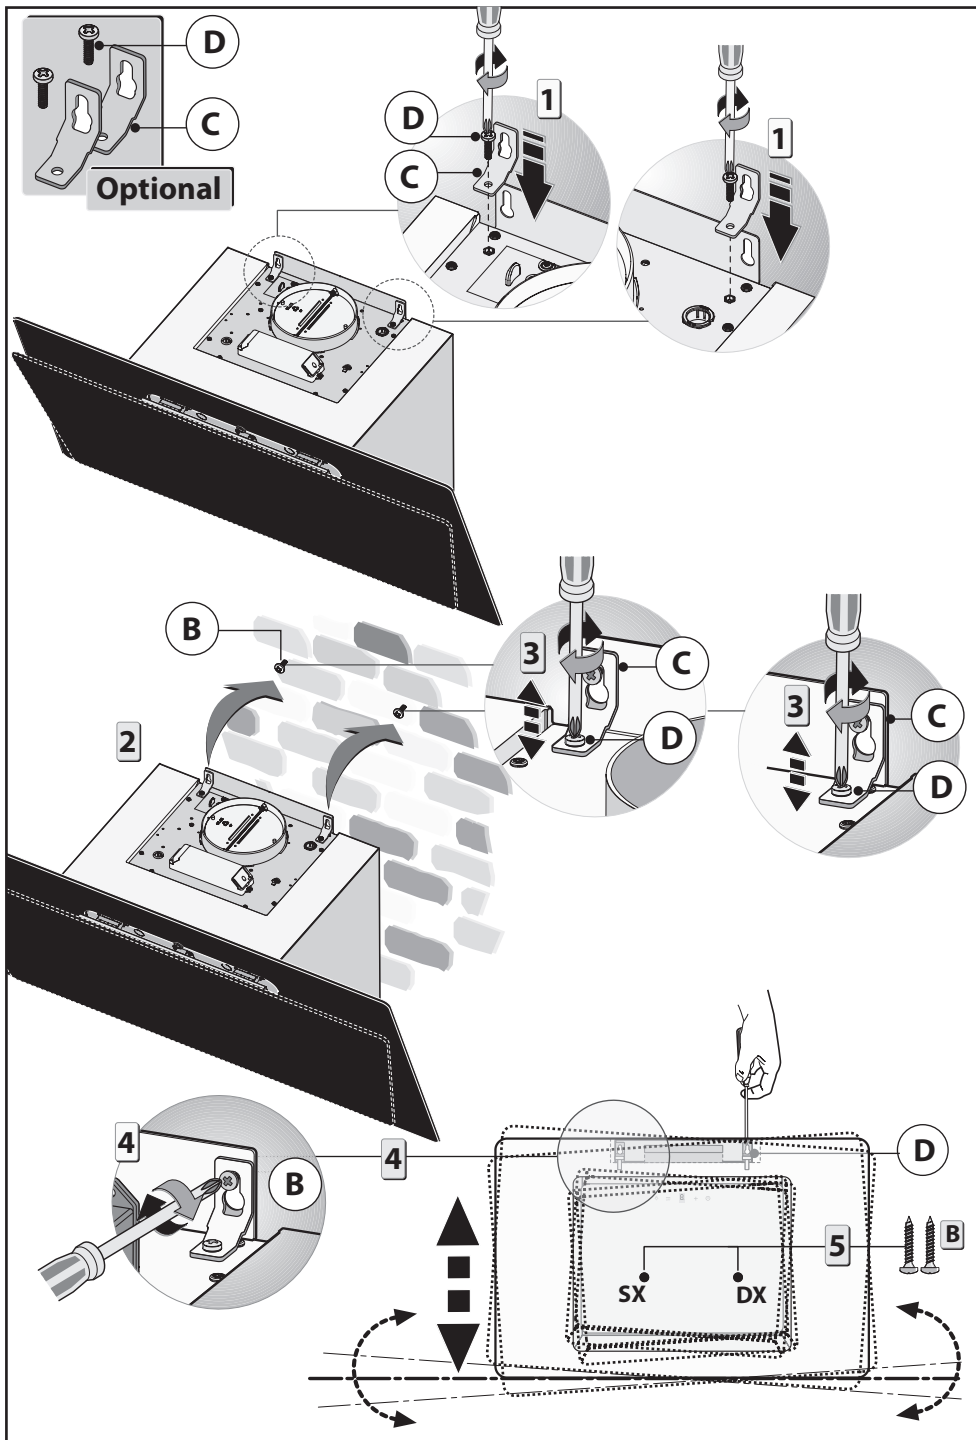

Fig.4
• Fissaggio a parete (OPTIONAL) (Fig.4)